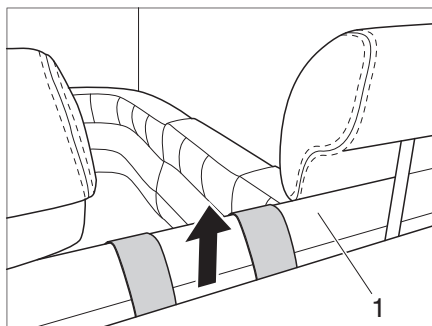
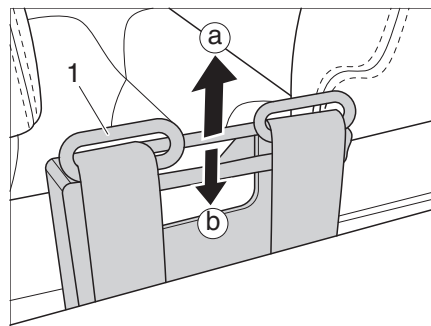

Fig. 17 Estrattore della cintura abbassato
Fig. 18 Estrattore della cintura estratto
Alpa 7820 è dotato di un estrattore della cintura che dev'essere tirato fuori prima di indossare la cintura di sicurezza (Fig. 17).
- Allungare la mano dietro il divanetto (Fig. 17,1) e tirare l'estrattore della cintura (Fig. 18,1) verso l'alto fino all'arresto (a).
- Tirare l'estrattore della cintura (Fig. 18,1) brevemente verso l'alto (a) e poi spingerlo verso il basso (b), finché non si abbassa dietro il divanetto.